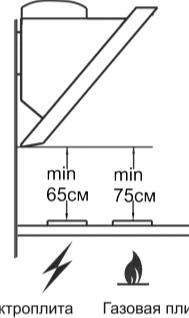

рис. 1
1.2 Вытяжку устанавливайте на высоте, как показано на рис. 1.
4.7 Устанавливайте кухонную вытяжку над плитой в соответствии с рис.1.
- разметьте горизонтальную линию установки нижней части вытяжки над плитой (рис.1);